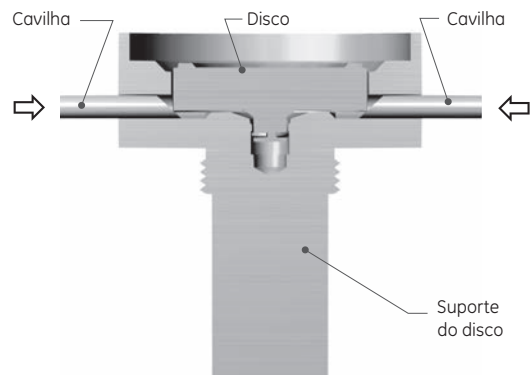

Figura 30: Remoção do disco com cavilhas
- Usando um mandril de três ou quatro garras soldado verticalmente a uma bancada parafusada em um piso de concreto, prenda o bocal ao mandril e afrouxe o corpo com uma haste ou um tubo pesado (Figura 30).